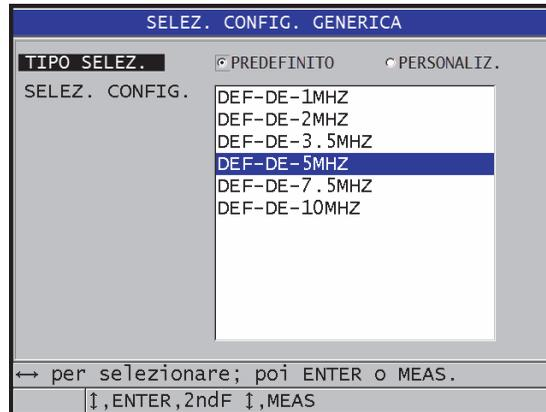

Figura 12-1 La schermata GENERIC SETUP SELECTION
2. Nella schermata **GENERIC SETUP SELECTION** (selezione di configurazione generale) che viene visualizzata (vedere Figura 12-1 a pagina 237):